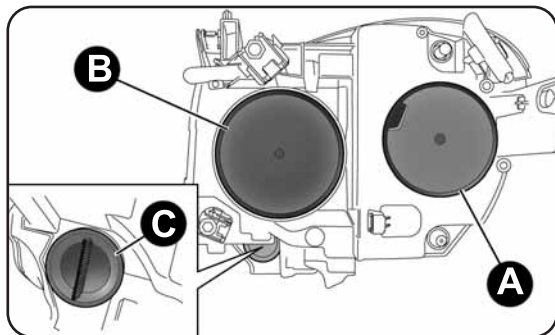
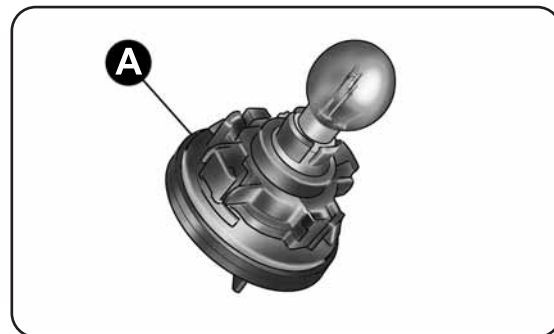

fig. 131
fig. 134
GROUPES OPTIQUES AVANT fig. 131
- enlever le couvercle A-fig. 131 ;
- remonter le couvercle A-fig. 131.
- enlever le couvercle B-fig. 131 ;
- remonter le couvercle B-fig. 131.
Pour remplacer l'ampoule, faire tourner d'¼ de tour dans le sens anti-horaire le couvercle C-fig. 131 et remplacer le groupe optique + douille A-fig. 134.